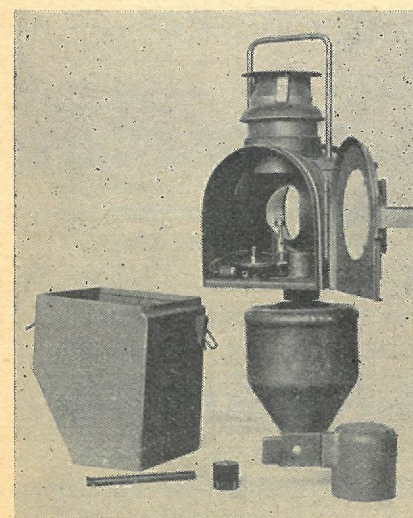

Abb. 1
- a) Propan-Signallaterne mit alter Brennereinrichtung (Abb. 1),
- e) der verbindenden Rohrleitung (nur bei Laternen mit alter Brennereinrichtung nach Abb. 1),
- f) dem abnehmbaren Schutzkasten (nur bei Laternen mit alter Brennereinrichtung nach Abb. 1),